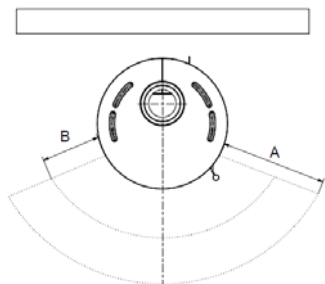

Fig. 8
Per gli elementi costruttivi, i mobili e i tessuti di arredamento infiammabili situati nella zona di irraggiamento della stufa è necessario rispettare una distanza minima di **90 cm** (A), misurati dal bordo anteriore dell'apertura del focolare. La distanza di sicurezza si riduce ai **45 cm** (B) qualora di fronte all'elemento sia installata una protezione areata (v. fig. 8).